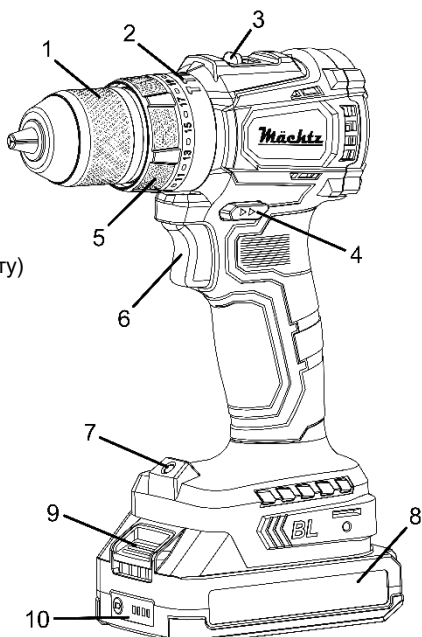
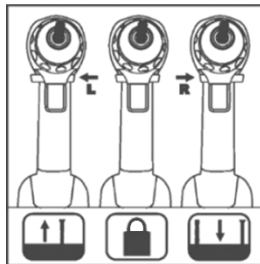

Рисунок 1
Рисунок 2
- щоб увімкнути виріб, натисніть на пускову клавішу (6, рисунок 1) з необхідним зусиллям;
- для вибору необхідного напрямку обертання патрона залежно від характеру виконуваної операції перемістіть перемикач реверсу (4, рисунок 1) в потрібне положення, натиснувши до упору кнопку з відповідним символом (дивіться рисунок 2);
- блокування пускової клавіші (6, рисунок 1) для запобігання випадковому ввімкненню електродвигуна виробу, здійснюється переміщенням перемикача реверсу (4, рисунок 1) в середнє (проміжне) положення (дивіться рисунок 2). Блокування необхідно застосовувати при зміні робочого інструмента та під час транспортування (зберігання) виробу.
- перемістіть повзунок механічного перемикача (3, рисунок 1) до упору в положення «1» для вибору швидкісного діапазону 0-450 об/хв або до упору в положення «2» для діапазону 0-1500 об/хв;
4.6.1 Для виконання операцій загвинчування/відгвинчування поверніть кільце вибору режимів роботи (2, рисунок 1) у положення, при якому значок «гвинт» порівнюється зі стрілкою на верхній частині корпусу виробу. Потім встановіть необхідний крутний момент, сумістивши вибране значення на кільці регулятора крутного моменту (5, рисунок 1) зі стрілкою на корпусі.
4.6.2 При виконанні технологічної операції «свердління» поверніть кільце вибору режимів (2, рисунок 1) у положення, при якому значок «свердло» порівнюється зі стрілкою на верхній частині корпусу виробу.
4.6.3 При виконанні робіт з буріння пористого бетону або цегляної кладки поверніть кільце вибору режимів (2, рисунок 1) у положення, при якому значок «молоток» порівнюється зі стрілкою на верхній частині корпусу виробу.